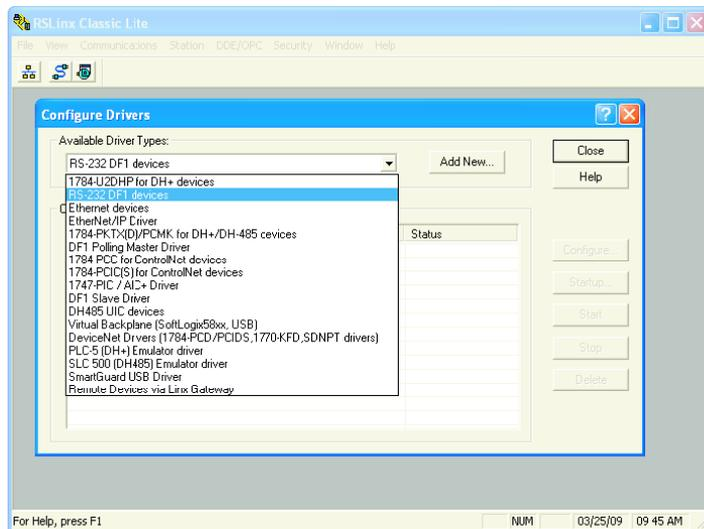

Figure 78 Configurer les pilotes
6. Cliquer sur « Communications » et sélectionner « Configurer les pilotes ». Quand la fenêtre « Configurer les pilotes » s'ouvre, sélectionner « Dispositifs RS232 DF1 » dans le menu déroulant « Types de pilotes disponibles » (Figure 78).